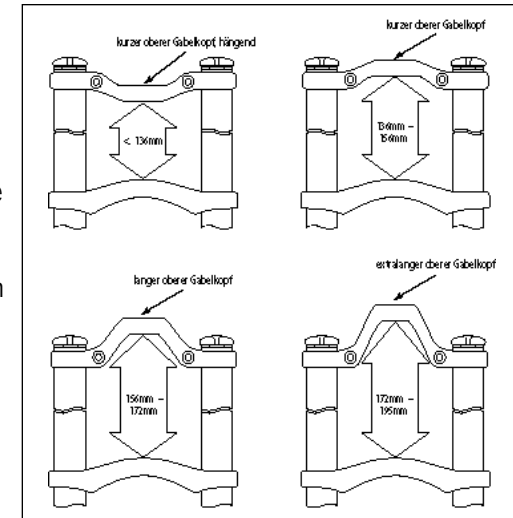

Fig. 2
- Bevor Sie eine Judy XL/XLC an das Fahrrad anbringen, vergewissern Sie sich, daß die Gabel mit dem richtigen oberen Gabelkopf versehen ist. Aus Abb. 2 sind die oberen Gabelköpfe ersichtlich, die für die Judy XL/XLC erhältlich sind. Die Steifigkeit der Gabel können Sie durch die richtige Auswahl und Ausrichtung des oberen Gabelkopfes maximieren.